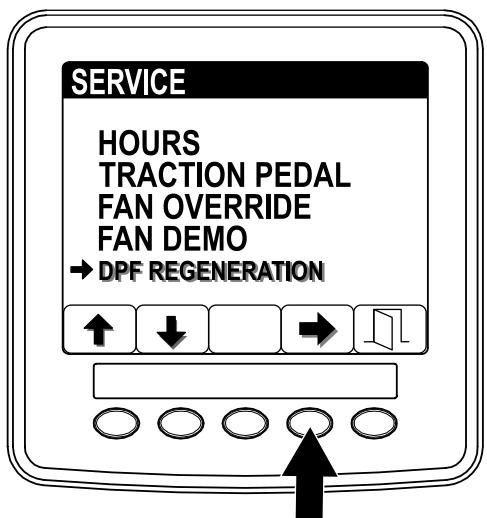

Figura 35
1. Aceda ao menu de manutenção, pressione o botão 1 ou 2 para se deslocar para a opção REGENERAÇÃO DO DPF (Figura 35).
2. Pressione o botão 4 para selecionar a entrada de regeneração do DPF (Figura 35)